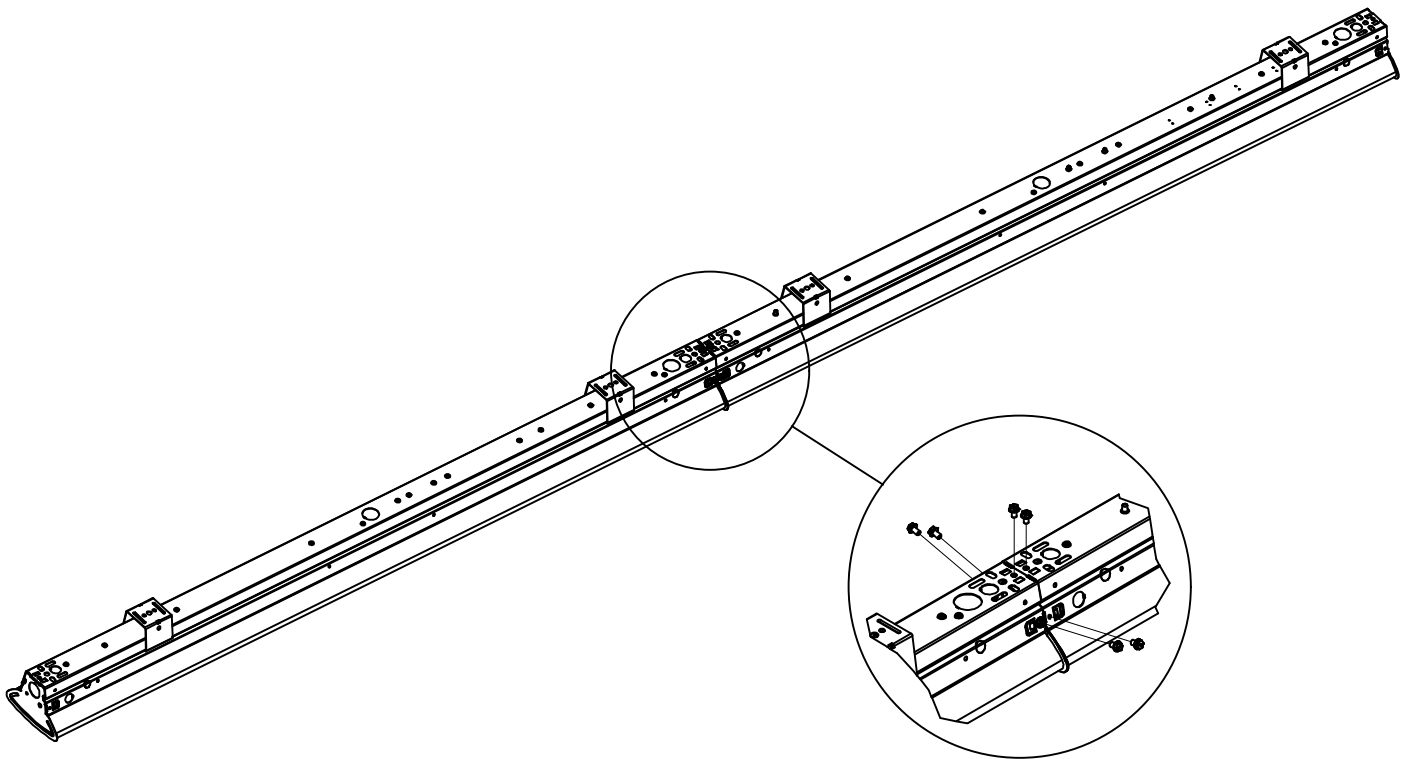

Figure 8: Configuration Mont Row
- 4) Installez les vis indiquées sur la Figure 8 et établir des connexions électriques à l'intérieur luminaire en conformité avec le Code national et les règlements locaux . Reportez-vous à la page 1 pour l'installation du support de LED et la lentille .